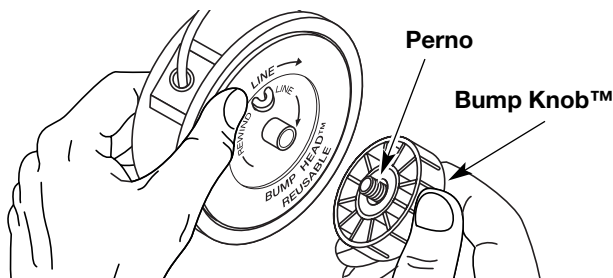

Fig. 16
1. Sostenga la bobina exterior con una mano y desenrosque la Bump Knob™ en sentido antihorario (Fig. 16). Inspeccione el perno de adentro de la perilla percusiva para verificar que se mueva con libertad. Cambie la perilla percusiva si está dañada.
1. Sostenga la bobina exterior con una mano y desenrosque la perilla percusiva en sentido antihorario (Fig. 16). Inspeccione el perno dentro del botón de tope para verificar que se mueva con libertad. Cambie el botón de tope si está dañado.